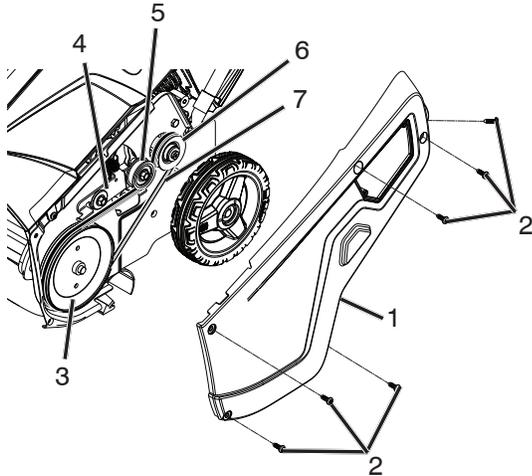

Figure 33
**REMARQUE:** Acheminer la nouvelle courroie trapézoïdale en premier autour de la poulie du moteur, puis de la poulie tendeur et enfin autour de la poulie d'entraînement en appuyant sur l'avant du bras de renvoi. (Figure 33).